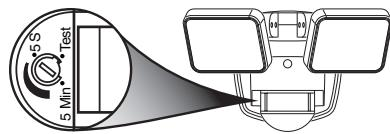

Figure 5
2. Placez le commutateur de commande en position TEST (voir la Figure 5).